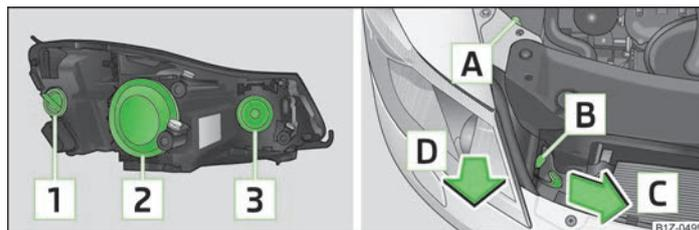

Fig. 160 Faros: Asignación de bombillas/desmontaje
Resumen de la asignación de bombillas » fig. 160.
- Desenroscar la tuerca de plástico **A** » fig. 160.
- Retirar la tapa de goma **2** » fig. 160 de la página 199.
- Retirar la tapa de goma **[3]** » fig. 160 de la página 199.